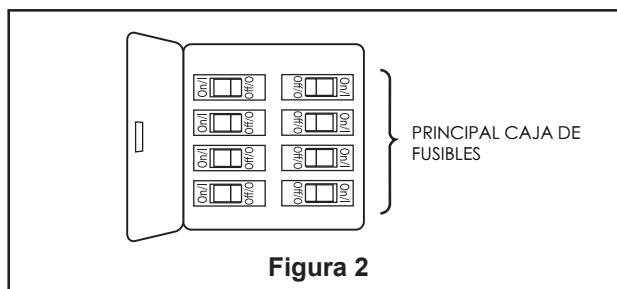

Figura 2
2. Restaure la fuente de alimentación de la toma de corriente enciendiendo la electricidad del fusible principal. (Figura 2)